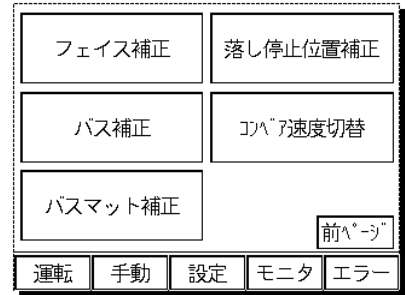

図7-26
- ・ **コース別補正** を押すと補正選択画面(図7-26)に切り替わります。